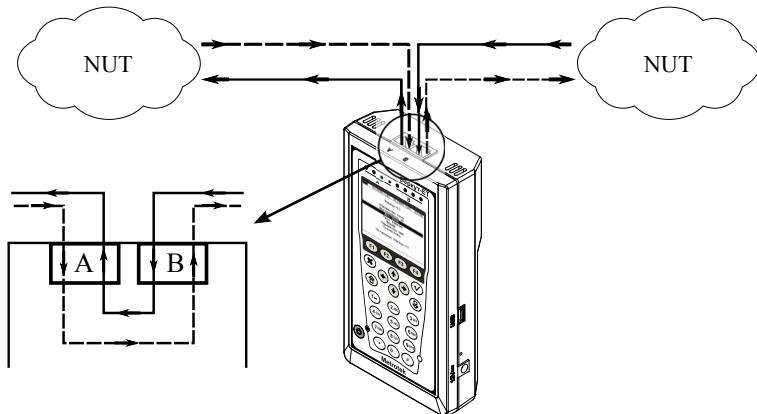

Рис. 7.80. Пример подключения в режиме «Транзит»
В режиме «Транзит» прибор включается в разрыв соединения между двумя сетевыми устройствами. Трафик, приходящий на порт A(B) отправляется на порт B(A), пример подключения показан на рис. 7.80.